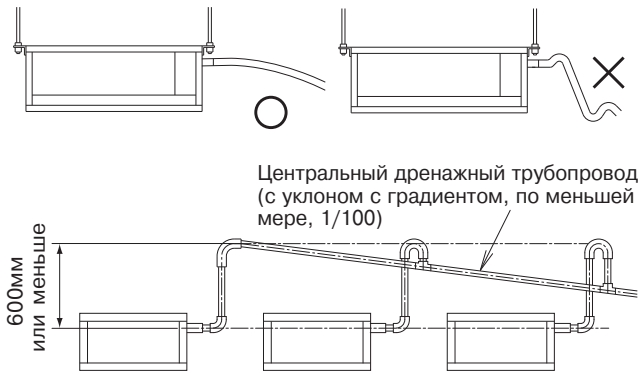

Рис. 10
(1) Установите дренажный трубопровод.
- Во избежание образования воздушных пробок следите за тем, чтобы не превышалась допустимая длина дренажной трубы, и обеспечивался ее наклон вниз с градиентом не менее 1/100. (См. рис. 10)